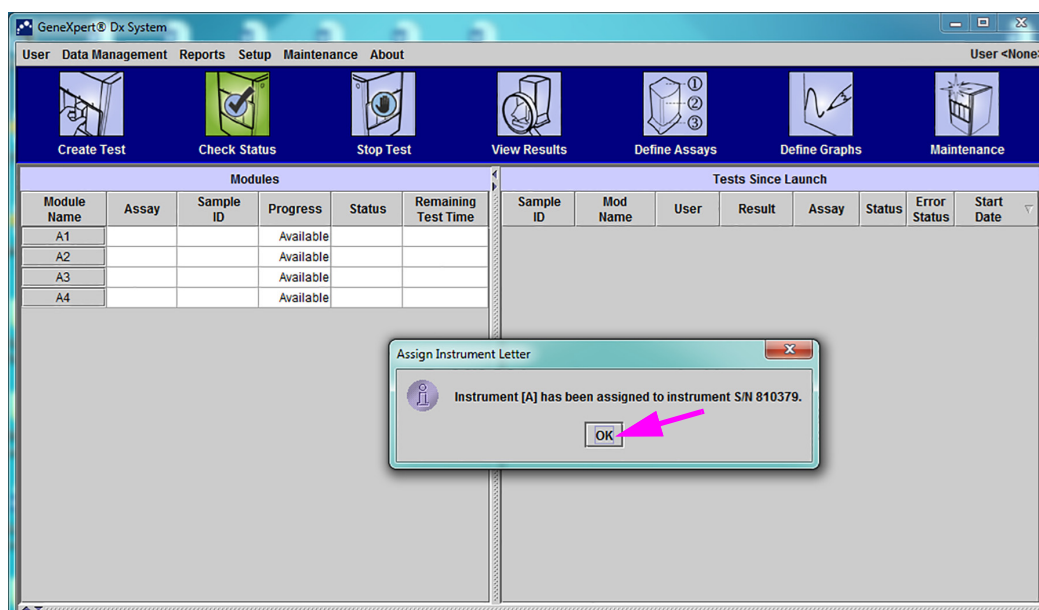

Figura 2-60. Fereastra sistemului GeneXpert Dx cu alocări ale literei instrumentului actualizate
8. Faceți clic pe **OK** pentru a închide caseta de dialog Alocare literă instrumentului (Assign Instrument Letter) (consultați Figura 2-60). Numele modulului este actualizat cu noile litere ale instrumentului.